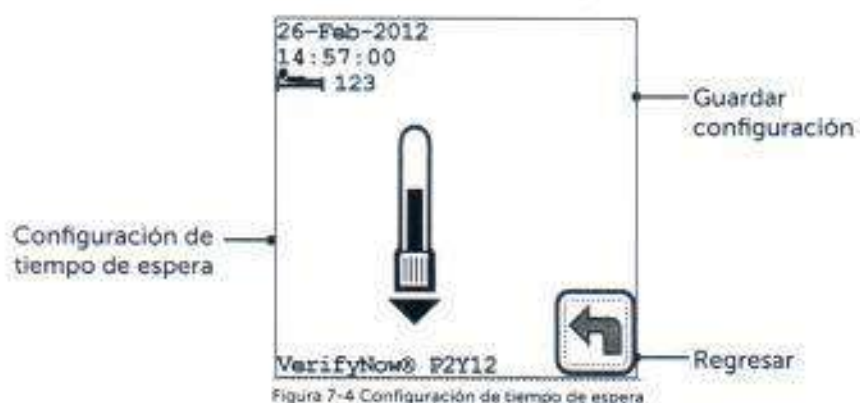

Figura 7-4 Configuración de tiempo de espera
3. Pulse la tecla Parámetro (Parameter)  para mostrar la configuración (Figura 7-4). Consulte el Apéndice para obtener información sobre la navegación en la sección Mantenimiento.